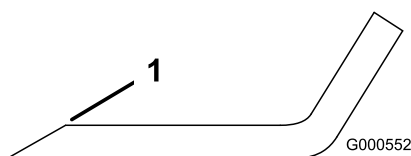

Bild 82
1. Schärfen Sie die Schnittkante an beiden Enden des Schnittmessers mit einer Feile (Bild 82).
Hinweis: Feilen Sie, wenn das Schnittmesser nicht ausgewuchtet ist, vom Flügelbereich des Messers etwas Metall ab (Bild 82).